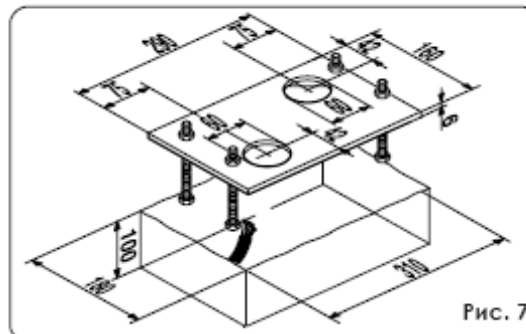

Рис. 7
3. Подготовьте постамент для основания так, как показано на рис.7 и укрепите пластину основания, снабдив одним или более кожухом для проводки электрических кабелей. Используя спиртовой уровень, проверьте, чтобы плита была выставлена ровно. Подождите, пока не схватится цемент.